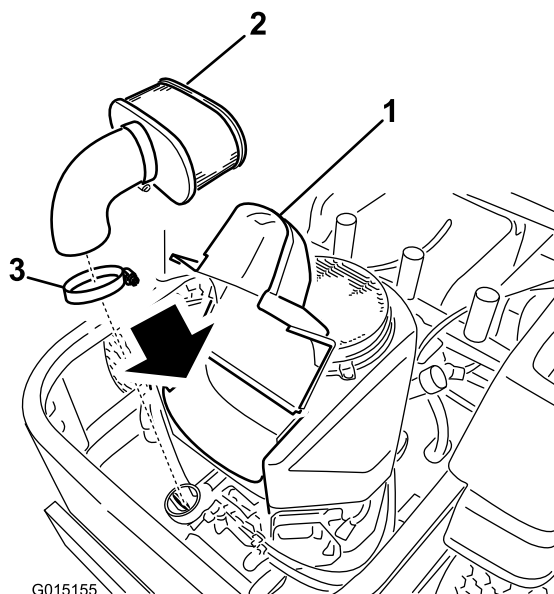

Figure 33
3. Nettoyez la surface autour du couvercle du filtre à air pour éviter que des impuretés n'endommagent le moteur en tombant à l'intérieur. Soulevez le couvercle et déposez le collier qui fixe le filtre à air au moteur (Figure 33).
4. Desserrez le collier de flexible et retirez l'élément en papier (Figure 33).